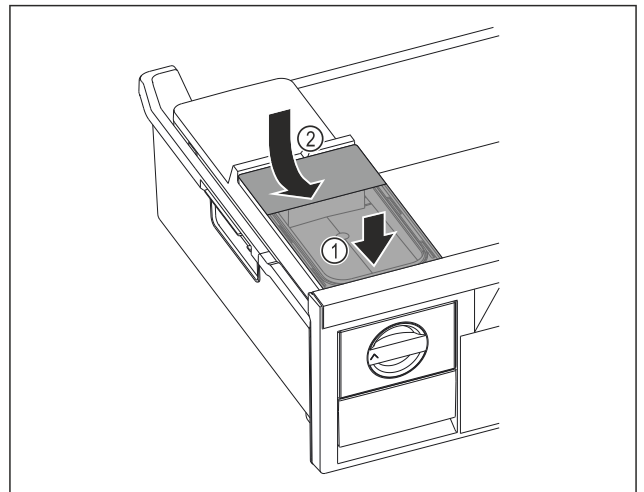

Fig. 92
- ▶ Watertank aan de voorkant plaatsen. Fig. 92 (1)
- ▶ Watertank aan de achterkant laten zakken. Fig. 92 (2)